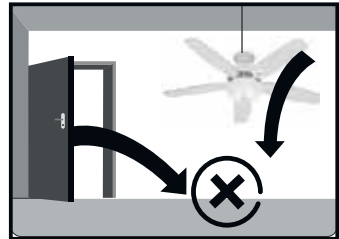

Imagen 3
- No colocar unidades de aire acondicionado delante de las rejillas de ventilación, debajo del ventilador ni en las aperturas directas de las puertas y ventanas. (Imagen 3)